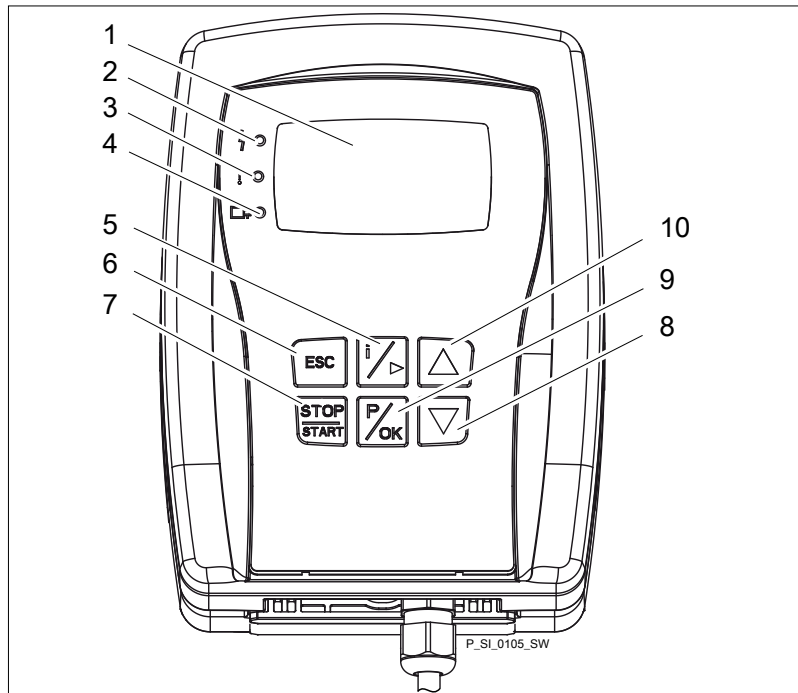

Abb. 4: Steuerelemente HMI
- 8 LEDs (wie Abb. 4) und Status-LED CAN-Bus (extern)